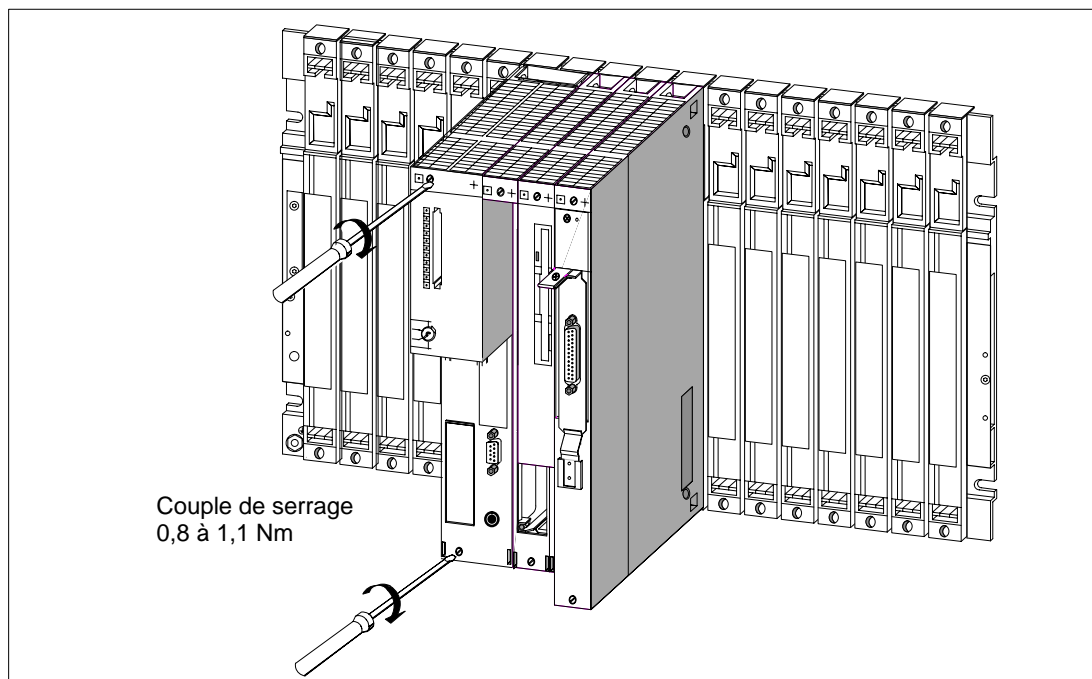

Figure 8-13 Visser les modules au châssis
4. Vissez les modules du groupe de modules au châssis, en haut et en bas, avec un couple de serrage de 0,8 à 1,1 Nm (voir figure 8-13).
La figure 8-13 montre comment visser les modules sur un châssis.